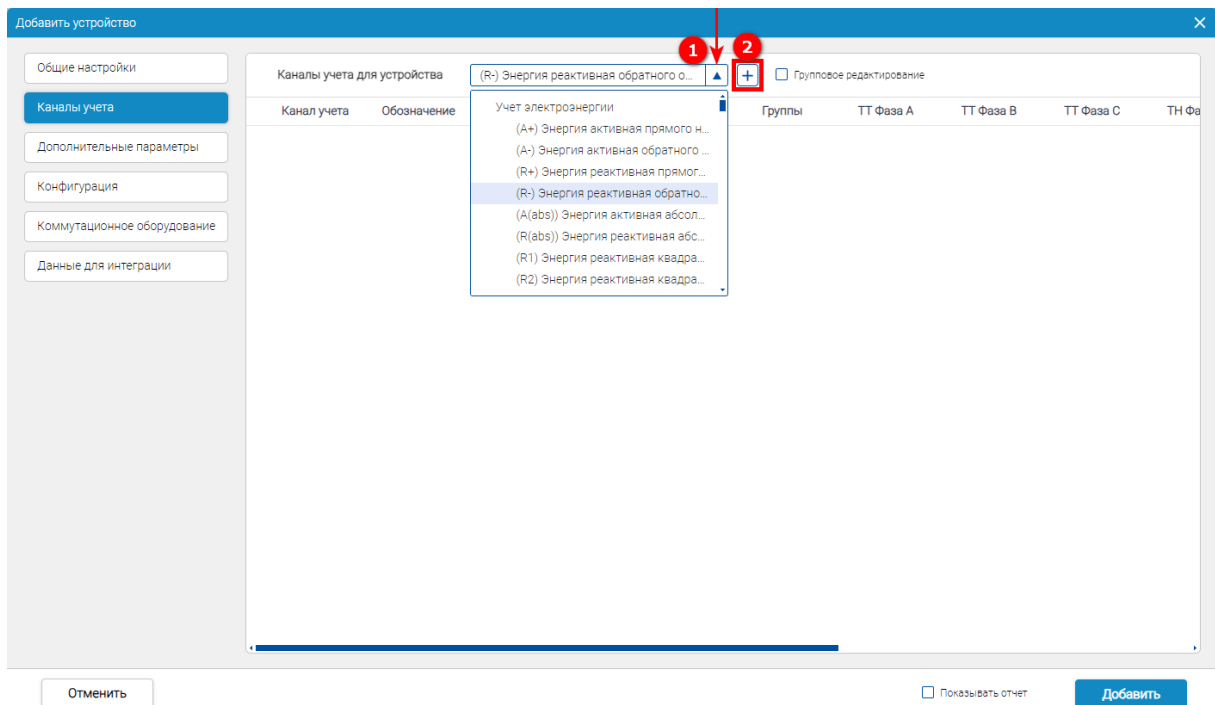

Рисунок 151 – Параметры устройства – Каналы учета – Добавление канала учета
При необходимости можно выбрать из списка (1) (см. рисунок 151) дополнительные каналы учета для добавляемого устройства, затем нажимаем кнопку (2) для сохранения изменений.